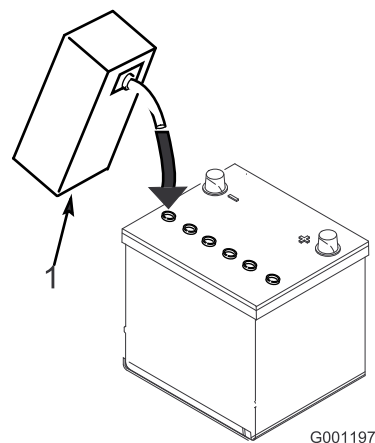

Рисунок 5
3. Осторожно заливайте электролит в каждую ячейку до уровня над пластинами примерно 6 мм (Рисунок 5).
4. Подождите примерно 20-30 минут, пока электролит не впитается в пластины. При необходимости доливайте электролит до уровня, не достигающего примерно 6 мм до низа заливного отверстия (Рисунок 5).